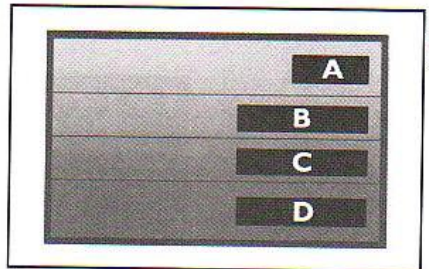

fig. 4
**ETIQUETA ADESIVA DE IDENTIFICAÇÃO DA TINTA DA CARROCERIA** fig. 4